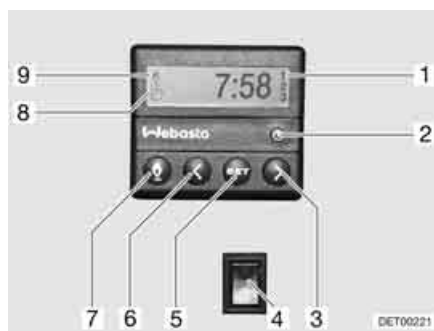

Fig. 173 Centralina di controllo per riscaldamento fisso
- Premere il tasto (Fig. 173,7). Il funzionamento del riscaldamento viene indicato con il simbolo (Fig. 173,9). La ventola viene inserita solo quando la temperatura dell'acqua di raffreddamento è pari a 30 °C.
- Premere il tasto (Fig. 173,7). Il simbolo (Fig. 173,9) si spegne.
- Premere l'interruttore (Fig. 173,4) in basso. Il motore viene preriscaldato. La ventola viene inserita immediatamente.
- Premere l'interruttore (Fig. 173,4) in alto. Il motore rimane freddo.
- Premere il tasto (Fig. 173,2). L'impostazione dell'ora viene indicata con il simbolo (Fig. 173,8).
- Impostare l'ora con i tasti (Fig. 173,3 e 6).
- Premere il tasto (Fig. 173,5).
- Impostare l'orario di accensione con i tasti (Fig. 173,3 e 6) entro 10 secondi.
- Premere il tasto (Fig. 173,5) fino a che nel display (Fig. 173,1) non appare il numero di programmazione desiderato.